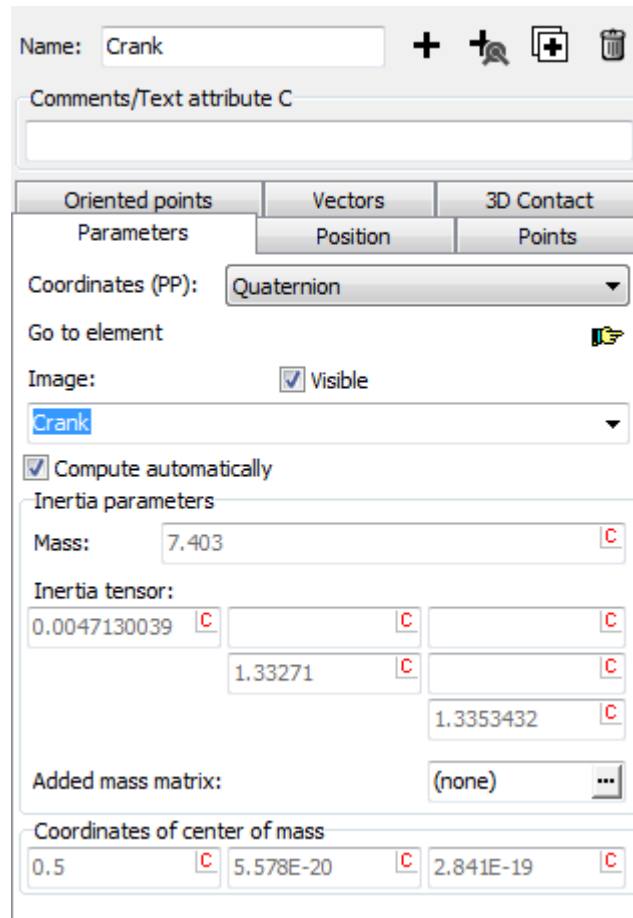

图 1.18
3. 在 **Parameters** 页面，勾选 **Compute automatically**，程序自动根据几何形状的密度计算出质量和转动惯量，如图 1.18 所示。